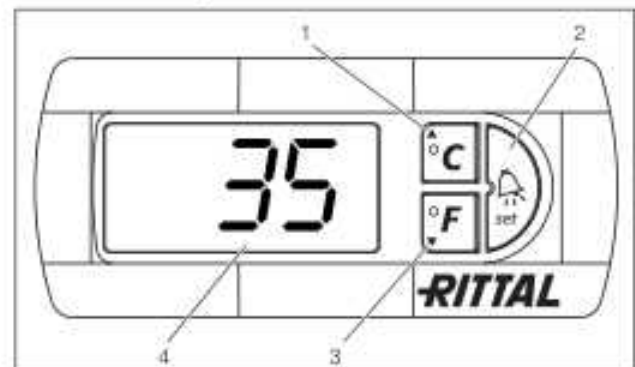

Abb. 34: e-Comfortcontroller
Das Kühlgerät arbeitet automatisch, d. h. nach Einschalten der Stromversorgung läuft der Verdampferventilator (siehe Abb. 2, Seite 5) an und wälzt die Schrankinnenluft um. Verdichter und Verflüssiger-ventilator werden durch den e-Comfortcontroller geregelt. Der e-Comfortcontroller verfügt über eine 7-Segment-Anzeige (Abb. 34, Nr. 4). Auf ihr wird nach dem Einschalten der Stromversorgung zunächst für ca. 2 Sek. die aktuelle Softwareversion sowie der aktivierte Eco-Mode angezeigt. Danach eine voreingestellte Option (z. B. t10) bzw. die Temperatur. Im normalen Betrieb stellt die Anzeige sowohl die Temperatur (in Grad Celsius oder Grad Fahrenheit, umschaltbar) als auch Störungsmeldungen dar. Die aktuelle Schaltschrank-Innentemperatur wird normalerweise permanent angezeigt. Bei Auftreten einer Störungsmeldung erscheint diese im Wechsel mit der Temperaturanzeige.
Die Programmierung des Gerätes nehmen Sie über die Tasten 1 – 3 (Abb. 34) vor. Die Parameter dazu erscheinen ebenfalls in der Anzeige.
- Drücken Sie gleichzeitig die Tasten 1 und 2 (Abb. 34) für mind. 5 Sek.
Mit den Tasten 1, 2 und 3 (Abb. 34) können Sie 24 Parameter innerhalb der vorgegebenen Bereiche (Min.-Wert, Max.-Wert) verändern.